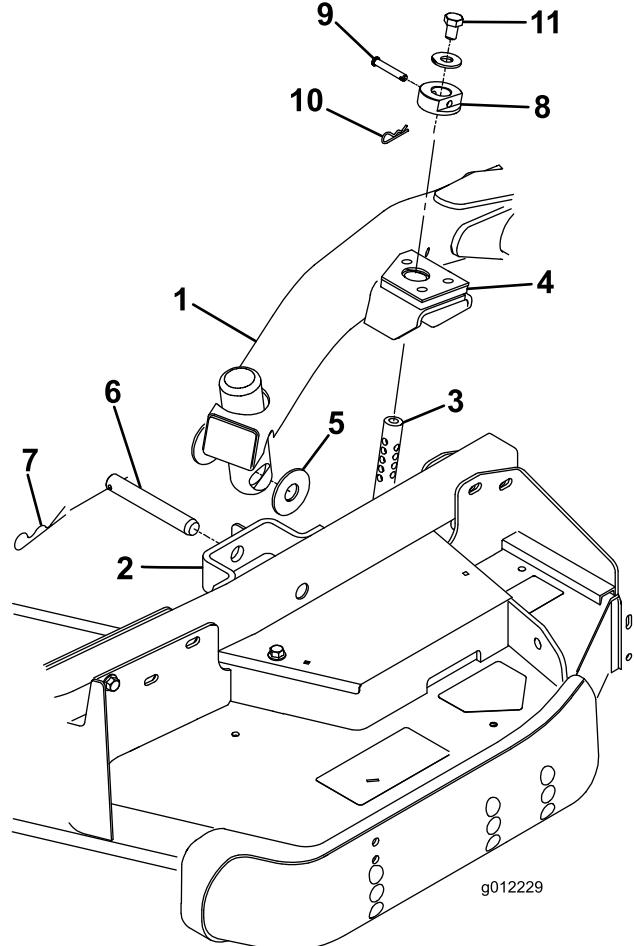

Figura 23
- Desloque a alavanca de elevação para a posição Suspensa. Empurre um braço de elevação para baixo até que os furos no braço fiquem alinhados com os furos do suporte do braço da roda giratória e a haste de altura de corte possa ser inserida nas pastilhas do braço de elevação (Figura 23).
- Prenda o braço de elevação ao braço da roda giratória com (2) anilhas de encosto, um passador de forquilha e um pino de gancho. Posicione as anilhas de encosto entre o braço de elevação e o suporte do braço da roda giratória (Figura 23). Insira a extremidade do gancho na ranhura da patilha do braço da roda giratória para fixar o contrapino.
9. Instale o anel da altura de corte nas varetas da altura de corte e prenda os passadores de forquilha e pernos do gancho (Figura 23). A cabeça do passador de forquilha deve ser posicionada virada para a frente da plataforma.
10. Instale um parafuso de 1/2 x 3/4 pol. e uma anilha na parte superior de cada vareta da altura de corte (Figura 23).